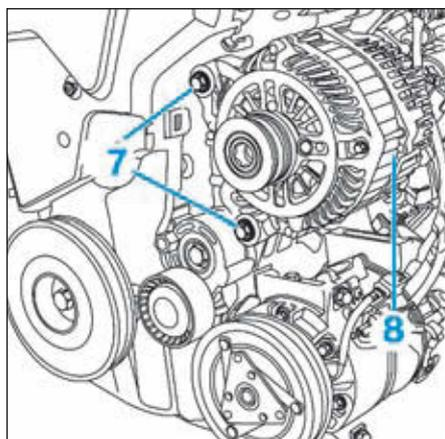

FIG.8
- l'écrou (6) de la borne positive,
- les vis (7) (Fig.8),
- l'alternateur (8).